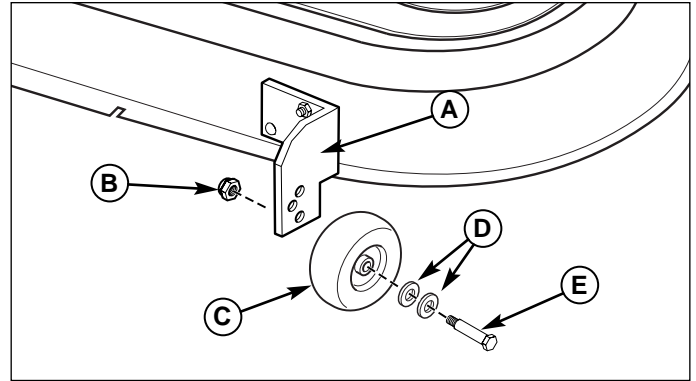

Abbildung 36. Justierung der Höheneinstellungsräder mit fester Halterung
1. Sicherungsmutter (B, Abbildung 36), Höheneinstellungsrad (C), Unterlegscheiben (D) und Ansatzbolzen (E) ausbauen. Position des Höheneinstellungsrad auf gewünschte Höhe einstellen.
2. Ansatzbolzen (E) durch Unterlegscheiben (D), Höheneinstellungsrad (C) und Halterung (A) führen. Mit Sicherungsmutter (B) sichern. Für alle Höheneinstellungsräder Schritte 1 u. 2 wiederholen.